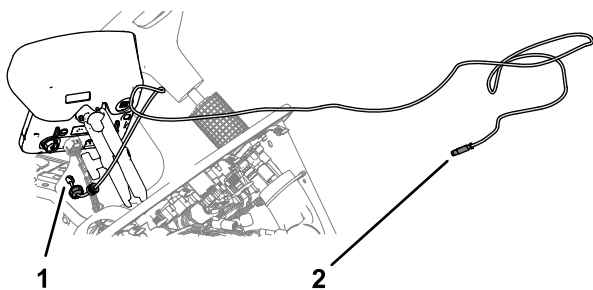

Figura 157
1. Enrute el arnés de datos del módem con el conector RS-232 marcado X-CONSOLE hacia el monitor de fumigación (Figura 157).